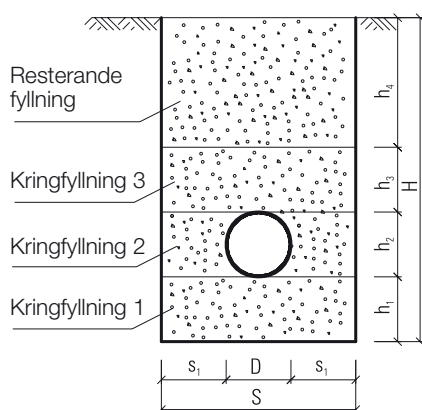

Bild 3 Läggnings av rör i kabelschakt - avser markklass 2
- **Kringfyllning 1** – Kringfyllningen bör vara 10 cm med max. kornstorlek 20 mm fritt från skarpa stenar. (bild 3)*
- **Kringfyllning 2** – avståndet mellan sidan av röret och väggen på kabelschakt (S_1) bör vara 10 cm med max. kornstorlek 20 mm fritt från skarpa stenar. (bild 3)